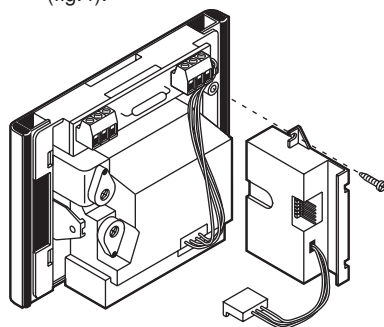

Fig. 1
1. Inserire il dispositivo di adattamento a lato del modulo unità di ripresa e fissarlo a mezzo dell'apposita vite (fig.1).